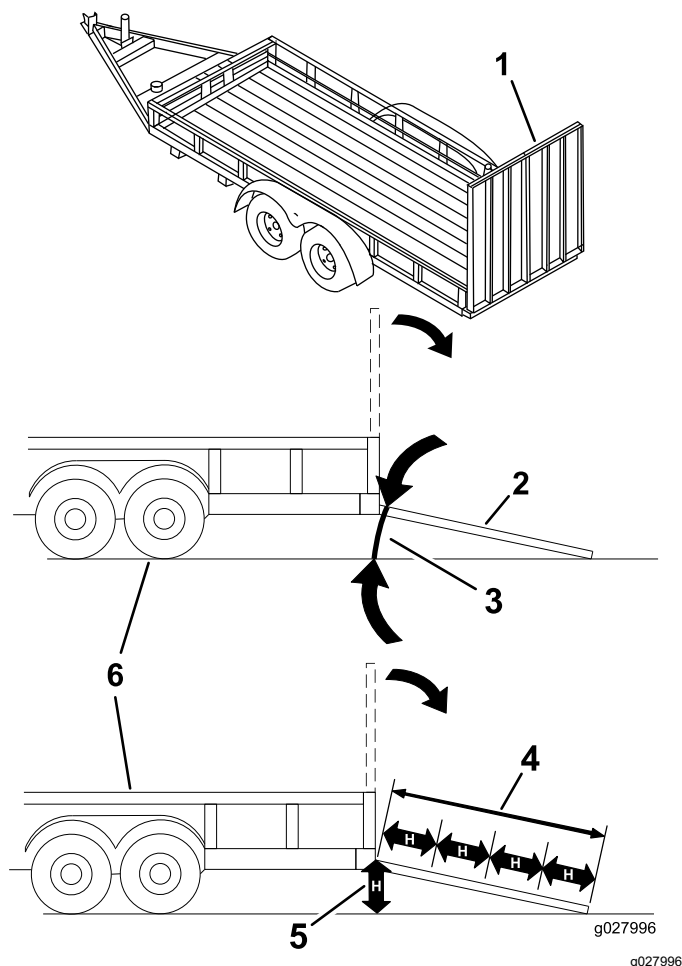

Figure 35
Le chargement de la machine sur une remorque ou un camion augmente le risque de basculement, et donc de blessures graves ou mortelles (Figure 35).
3. Abaissez la rampe pour que l'angle avec le sol ne dépasse pas 15 degrés (Figure 35).
1. Abaissez la rampe pour que l'angle avec le sol ne dépasse pas 15 degrés (Figure 35).